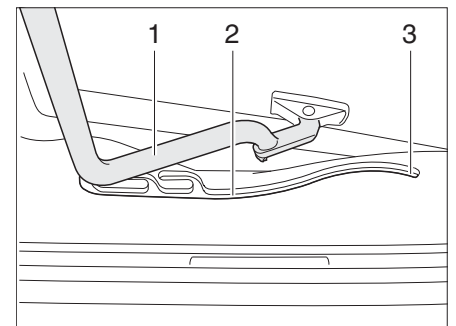

Fig. 30 Lanterneau basculant, glissière
- Tirer l'étrier (Figure 30,1) dans les glissières (Figure 30,2) jusqu'à la position la plus reculée (Figure 30,3).
- Pousser l'étrier (Figure 30,1) légèrement vers le haut avec les deux mains.
- Tirer l'étrier dans les glissières (Figure 30,2) jusqu'à la position souhaitée.